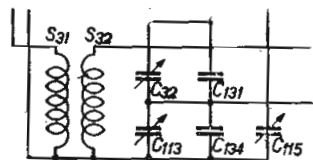
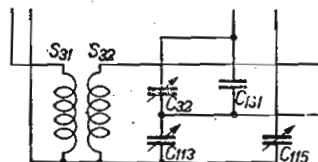

Fig. 3
Fig. 4
3. In het oscillatorgedeelte van B2 is parallel op C113 een condensator van 8.2 pF (C134) geschakeld; codenummer hiervan 48 406 99/8E2. Fig. 3 geeft de toestand voor en fig. 4 na de wijziging aan.